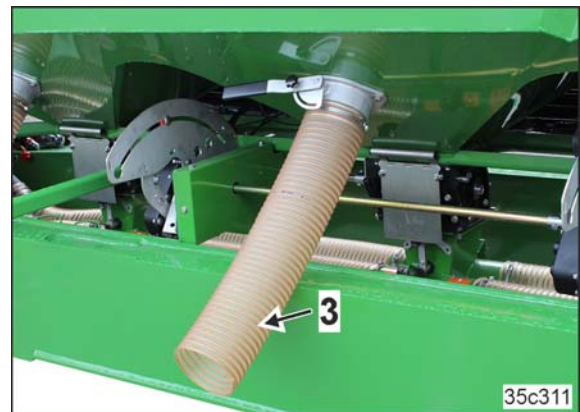

Fig. 58
3. Die Entleerungsschlauch (Fig. 58/3) in ein Auffangbehälter führen.